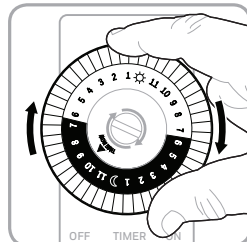

Figura 4
- Gire el dial del temporizador hacia la derecha hasta que la manecilla indique la hora actual (Ver Figura 4). Las horas nocturnas (de 6:30 p. m. a 6:30 a. m.) aparecen resaltadas con un fondo gris.